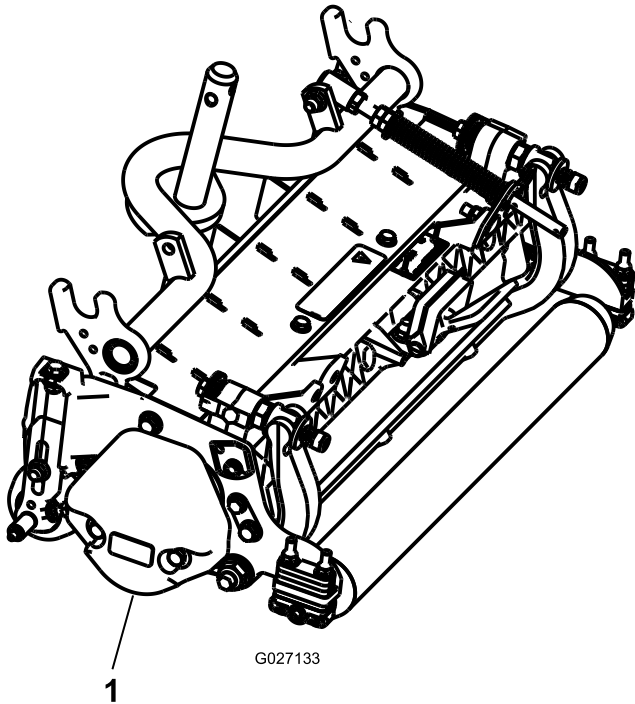

Figure 4
3. Veillez à monter le contrepoids (Figure 4) du bon côté de l'unité de coupe, comme expliqué dans les *Instructions d'installation* du kit contrepoids.